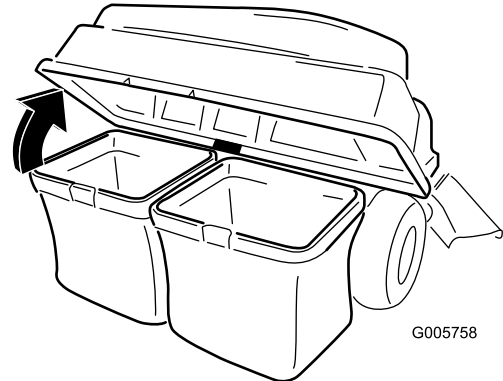

Figura 29
3. Abra (levante) la tapa del ensacador (Figura 29).